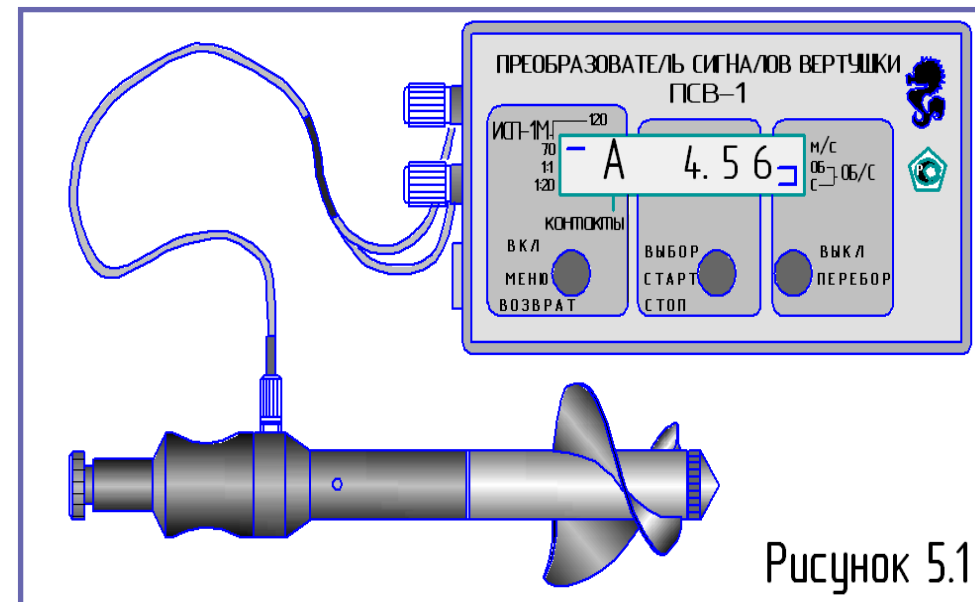

Рисунок 5.1
5.1. Принцип работы измерителя (рисунок 5.1) основан на вращении лопастного винта вертушки **1** под действием набегающего водного потока. Каждый лопастной винт имеет определенную функциональную зависимость между измеряемой скоростью водного потока и собственной скоростью вращения, то есть градуировочную характеристику.